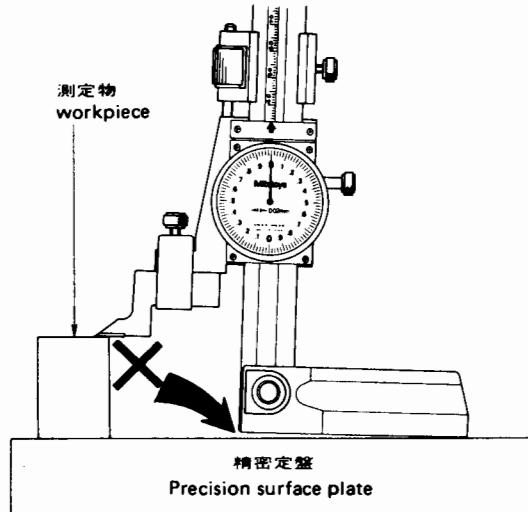

Fig. 5
- 測定の際はスクリーブの測定面を測定物に強くあてすぎないようにします。強くあてすぎるとベースが精密定盤から浮き上がることがあります(Fig. 5)。特に微動送りの際は手でベースを押さえるなどしてベースの浮き上がりを防ぎます。
- When taking measurement, be careful not to press the scriber on the work-piece with excessive force as it may jack up the base, especially when using the fine feeding screw (Fig. 5). Hold down the base with hand, if necessary.